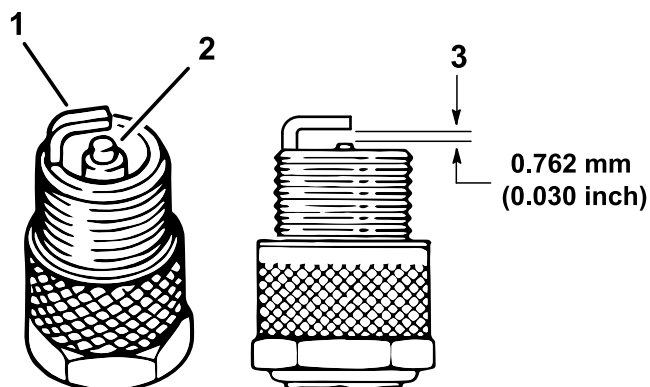

Figura 40
4. Controllate le condizioni degli elettrodi laterale e centrale, e dell'isolatore dell'elettrodo centrale, per accertare che non siano danneggiati (Figura 40).
5. Impostate la distanza tra il centro e il lato degli elettrodi a 0,76 mm, come illustrato nella Figura 40.